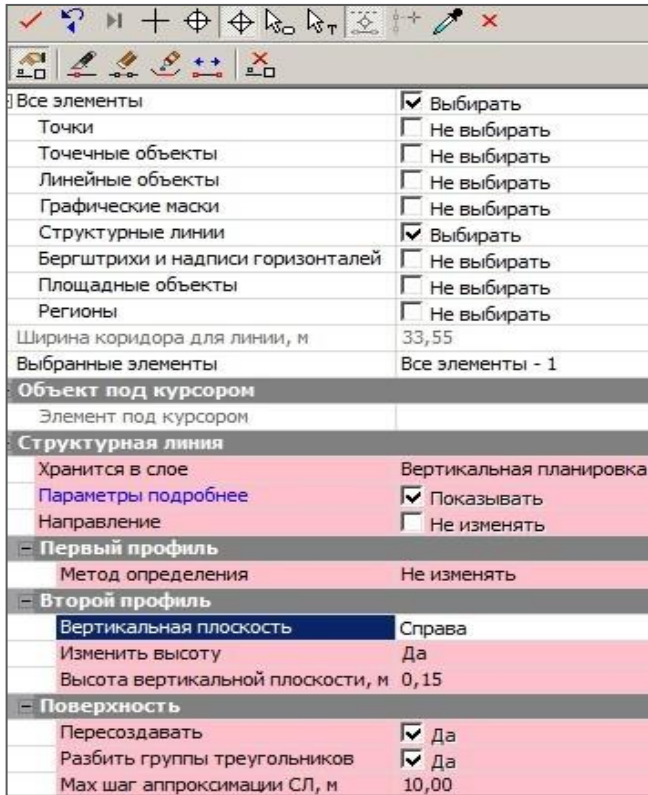

Рис. 6.24
- Укажите курсором в режиме выбора линий  левую кромку проезжей части. В параметрах назначьте создание вертикальной плоскости справа с высотой **0,15** м и одновременным пересозданием поверхности (рис. 6.24).
- Одновременно с редактированием СЛ выполните пересоздание поверхности – группа параметров **Поверхность** (рис. 6.24).